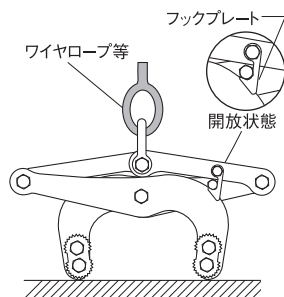
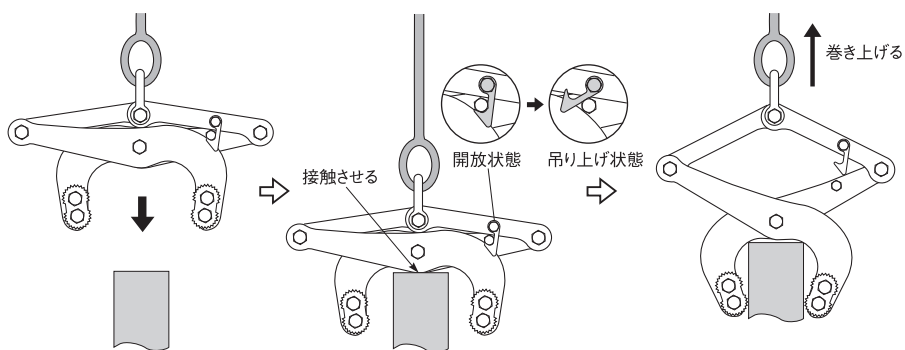

図1
図2
- (1) コンクリート二次製品専用吊クランプ (以下クランプ) をワイヤロープ等により、クレーンフックに取り付けて下さい。この時、フックプレートに掛けてクランプを開放状態にして下さい。(図1)
- (2) 開放状態のままで、クランプを吊り上げて吊り荷上に移動します。クランプ同士が当たったりワイヤロープがねじれたりしないようにご注意下さい。
- (3) クランプをそのまま吊り荷に接触するまで降ろして下さい。フックプレートを手で反転させ吊り上げ状態にしてから、クレーンフックを巻き上げて下さい。クランプが吊り荷を吊り上げます。(図2)